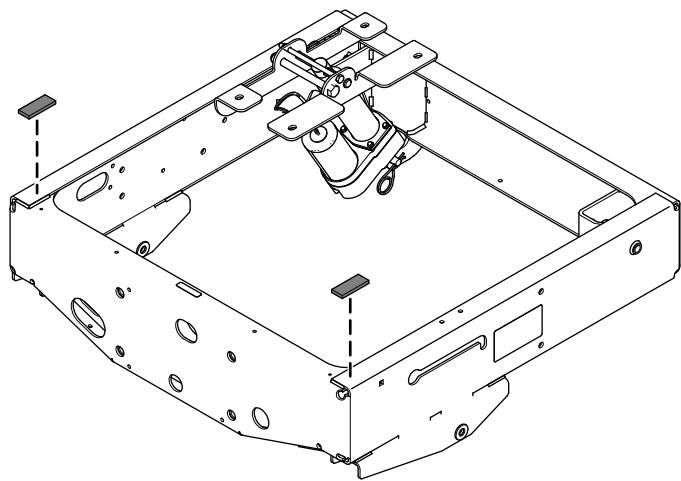

図 15
2. 図 15 のように、パッドから裏紙を剥がして貼り付ける。